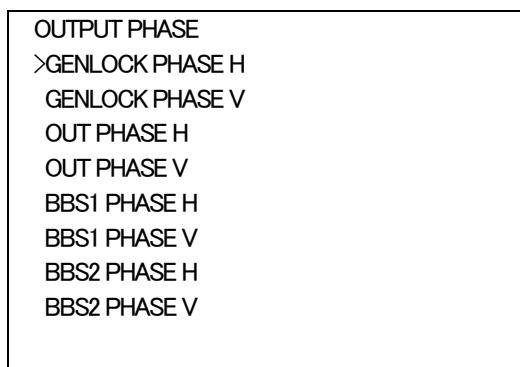

図4-15 オンスクリーンメニュー (OUTPUT PHASE例)
- 1) メインメニューで「OUTPUT PHASE」を選択し、**ENTER** ボタンを押すと図4-15のような設定メニューが表示されます。
(14) GENLOCK PHASE H